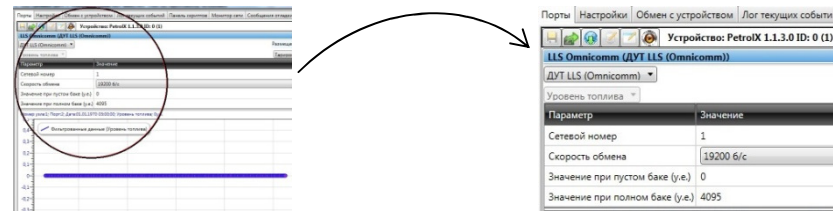

Рисунок 8
3. Настроить скорость обмена и сетевой номер во вкладке Порты/LLS (рисунок 8). Сетевой номер ДУТ и терминала должны совпадать.